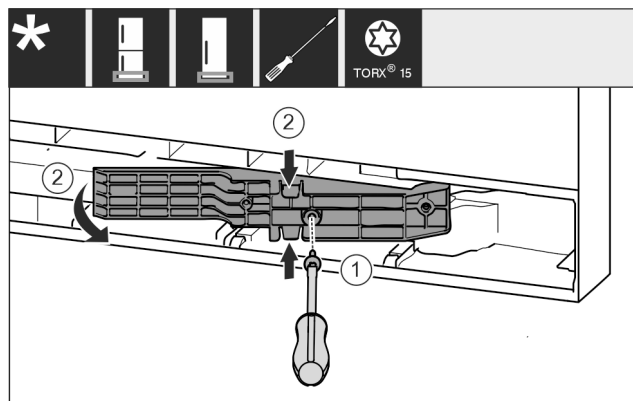

Fig. 18 *
- Desfaceți șuruburile cu șurubelnița T15. Fig. 18 (1)*
- Scoateți adaptorul. Fig. 18 (2)*